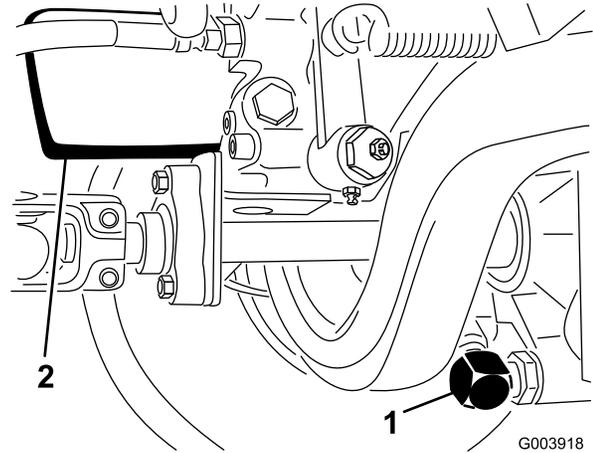

図 63
- トランスミッション（図 63）の下の流入ライン付近をきれいに拭き、下に容器を置く。
- フィルタ（図63）付近をきれいに拭き、容器を下に置く（図 63）。